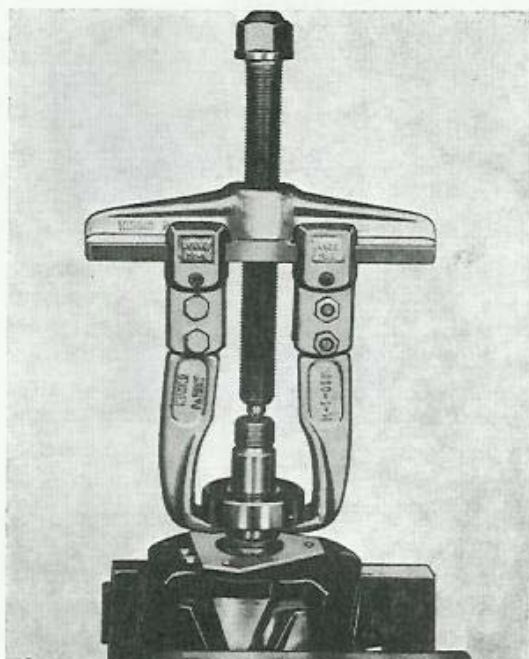

Bild 35. Demontering av lager
2. Dra av lagret med en kloavdragare, bild 35.